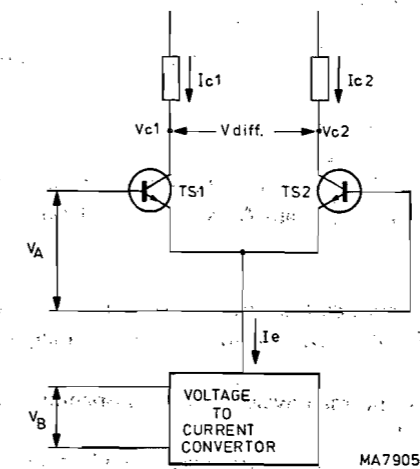
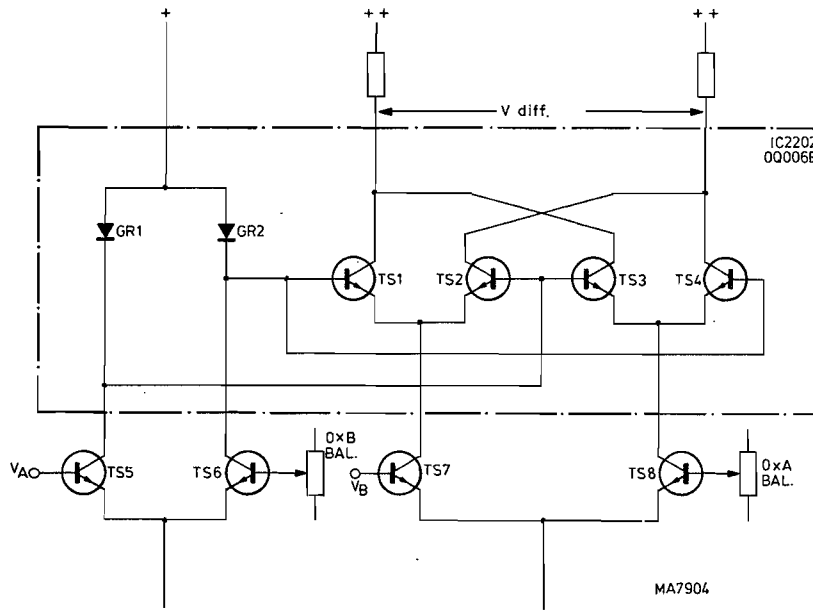

Abb. 3.1.1. Prinzipschaltung des Multiplikators
Abb. 3.1.2. Vereinfachtes Schaltbild des Multiplikators im PM 3252
Wenn zwei ausgesuchte bipolare Transistoren aus einer gemeinsamen Emittterstromquelle gespeist werden (siehe Abb. 3.1.1.), ist der differentielle Kollektorstrom proportional dem Produkt der differentiellen Eingangsspannung  $V_A$  und der Steilheit  $g_m$ :
Daraus folgt, dass die Grundschaltung von Abb. 3.1.1. multiplizieren kann.
In der Multiplikatorschaltung von Abb. 3.1.2. kann das Grundprinzip von Abb. 3.1.1. leicht wiedererkannt werden. Die wesentlichen Unterschiede zwischen den beiden Schaltungen sind:
- Das Transistorpaar von Abb. 3.1.1. wurde aufgeteilt in zwei Paare TS1/TS2 und TS3/TS4, von denen jedes mit der Hälfte einer symmetrischen Emittterstromquelle gespeist wird. Durch diese Aufteilung und das kreuzweise Anschliessen der Eingänge und der Ausgänge der beiden Transistorpaare wird das Übersprechen von einem Eingangssignal, wenn das andere Null ist, durch Symmetrierung ausgeschaltet.
- b. Die "harte" Ansteuerung von Eingang A wurde durch eine Ansteuerung über eine Diodentransistorschaltung ersetzt, die als "Stromspiegel" (current mirror) bekannt ist. Die Linearitätsfehler der Schaltung von Abb. 3.1.1. wurden mit den Dioden GR1 und GR2 reduziert, die von der symmetrischen Stromquelle TS5/TS6 gespeist werden. GR1 und GR2 sind als Dioden geschaltete Transistoren. Diese Transistoren befinden sich in demselben monolithischen Chip wie die Transistoren TS1, TS2, TS3 und TS4, damit einwandfreie Anpassung und Temperaturgleichlauf gewährleistet sind. Auf diese Weise wird eine gute Linearität in einem grossen Spannungsbereich erreicht und werden Temperatureinflüsse ausgeschaltet.